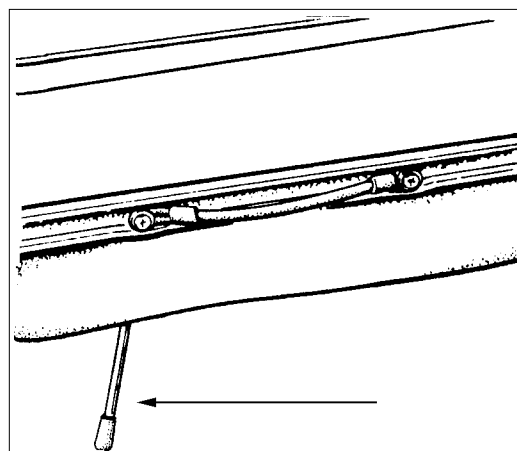

Fig. 18
5. Maskinen løftes i løftehåndtaget (a), og støttebenet slås ned (b). Se fig. 18.